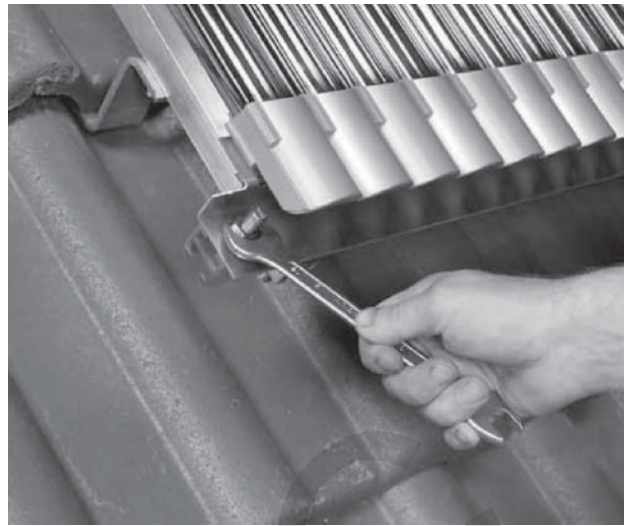

Fig. 3
- Introducir el clip de conexión en la conexión izquierda hasta que encaje por su parte inferior con el tubo, de manera que sobresalga unos 2 cm (fig. 3)